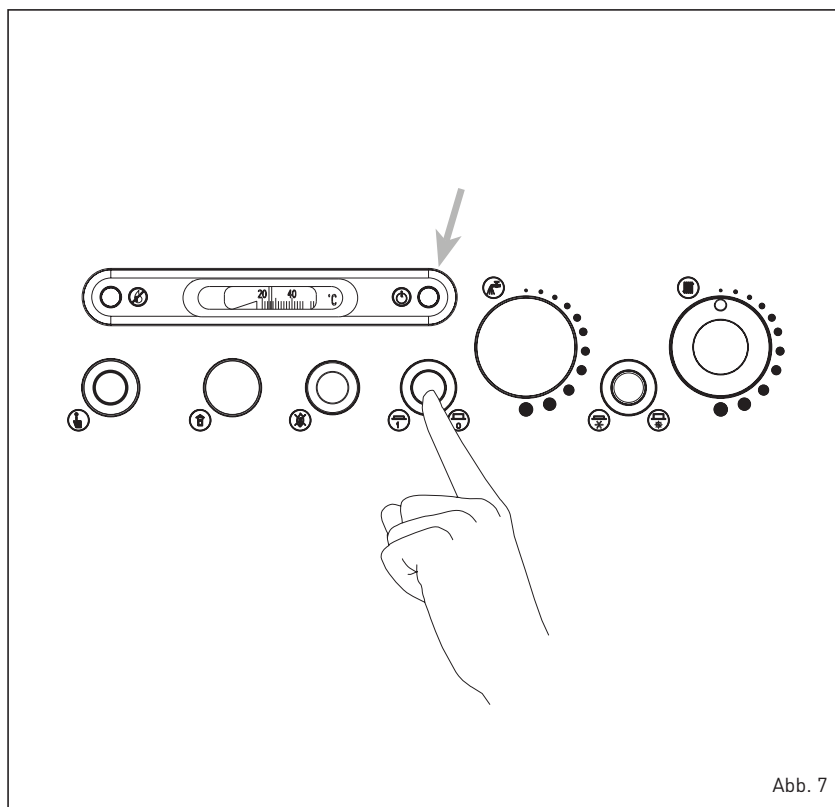

Abb. 7
3.2.1 Inbetriebnahme des Kessels (Abb. 7)
3.2.5 Ausschalten des Kessels (Abb. 7)